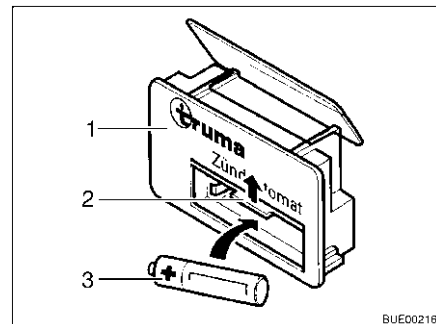

Bild 138 Automattändning
- Skjut upp batterifackets skyddslock (Bild 138,2) på automattändningen (Bild 138,1).
- Sätt in ett nytt batteri (Bild 138,3) i automattändningens batterifack, använd samma typ av batteri och se till att polerna (+/-) kommer rätt. Använd endast temperaturbeständiga (+70 °C) mignon-batterier, som inte kan läcka.